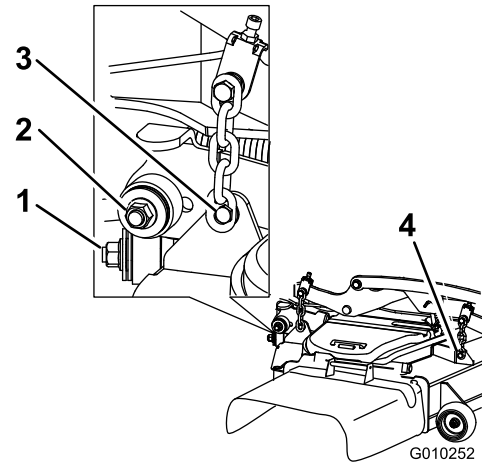

Figura 101
- Retire y guarde los herrajes de ambos lados de la carcasa, según se muestra en Figura 101.